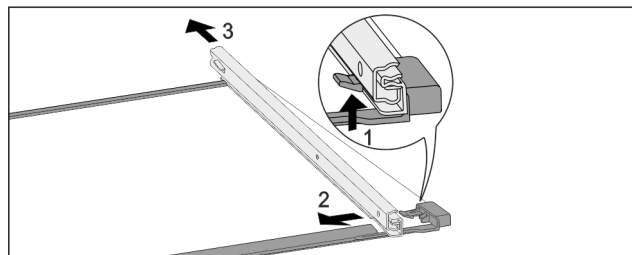

Fig. 159 Tablette en verre avec rails
- Pousser le crochet d'enclenchement avant vers le bas. Fig. 159 (1)
- Pousser le rail télescopique vers le côté Fig. 159 (2) et vers l'arrière Fig. 159 (3).